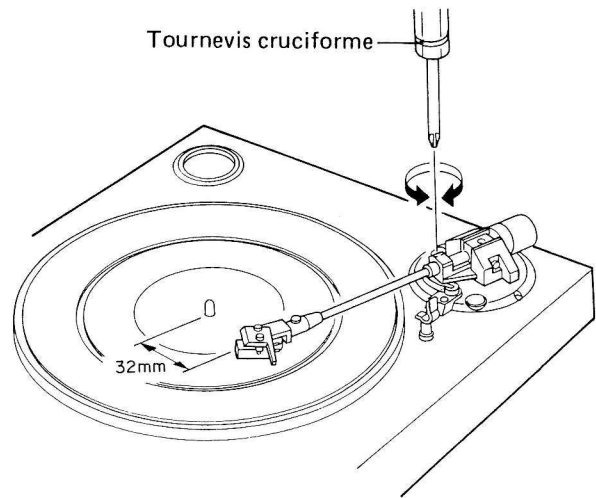

Fig. 7-3 Réglage de retour automatique
5. Arrêter de tourner la vis de réglage sur le point pour lequel il y a un écart de 32mm entre la pointe de lecture et l'axe central. (Fig. 7-3)